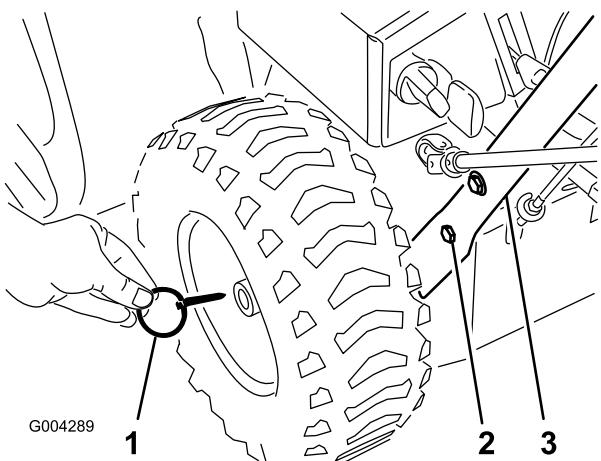

Figura 3
2. Togliete i perni dell'asse da entrambe le ruote (Figura 3) e fate scorrere le ruote verso l'esterno dell'asse di circa 2,5 cm.
5. Allineate i fori del lato sinistro del gruppo stegola con i fori della piastra sul lato sinistro dello spazzaneve, e fissate saldamente a mano la stegola con le due viti a testa cilindrica e le rondelle Belleville (Figura 3).